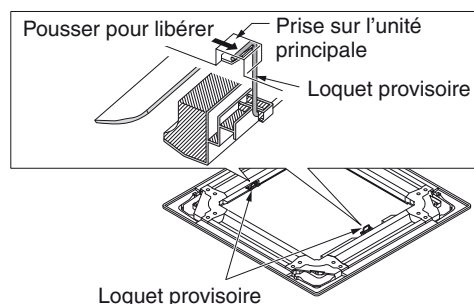

Fig. 7-4
- 1) Suspendez les loquets provisoires à l'intérieur du plafonnier dans la prise sur l'unité pour fixer temporairement le plafonnier en position. (Fig. 7-4)
- Lors de la dépose du plafonnier, poussez les loquets provisoires vers l'extérieur tout en tenant le plafonnier. (Fig. 7-4)